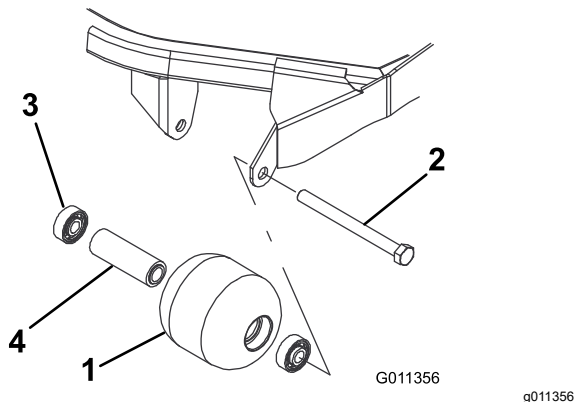

Figure 95
1. Retirez le boulon de fixation du galet (Figure 95).
1. Enfoncez le premier roulement dans le logement à la presse (Figure 95). Exercez la pression uniquement sur la bague extérieure ou uniformément sur les bagues intérieure et extérieure.
2. Insérez l'entretoise (Figure 95).
3. Enfoncez le second roulement dans le logement à la presse (Figure 95). Exercez une pression uniforme sur les bagues intérieure et extérieure jusqu'à ce que la bague intérieure rencontre la douille d'écartement.
4. Vérifiez l'état du logement de roulements, des roulements et de la douille d'écartement (Figure 95) Remplacez tout composant endommagé et procédez au remontage.